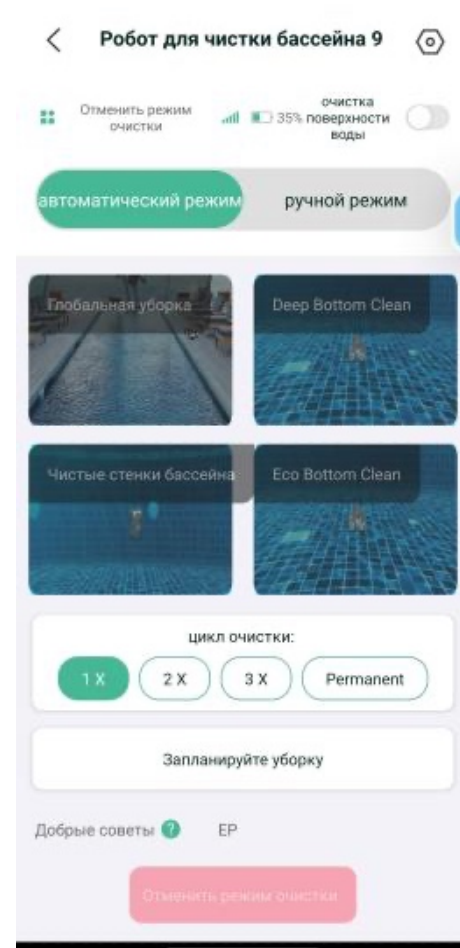

Рисунок 5.3.4
8. Вы перейдёте в главное окно панели управления роботом, где сможете воспользоваться всеми его функциями (как показано на рис. 5.3.4).